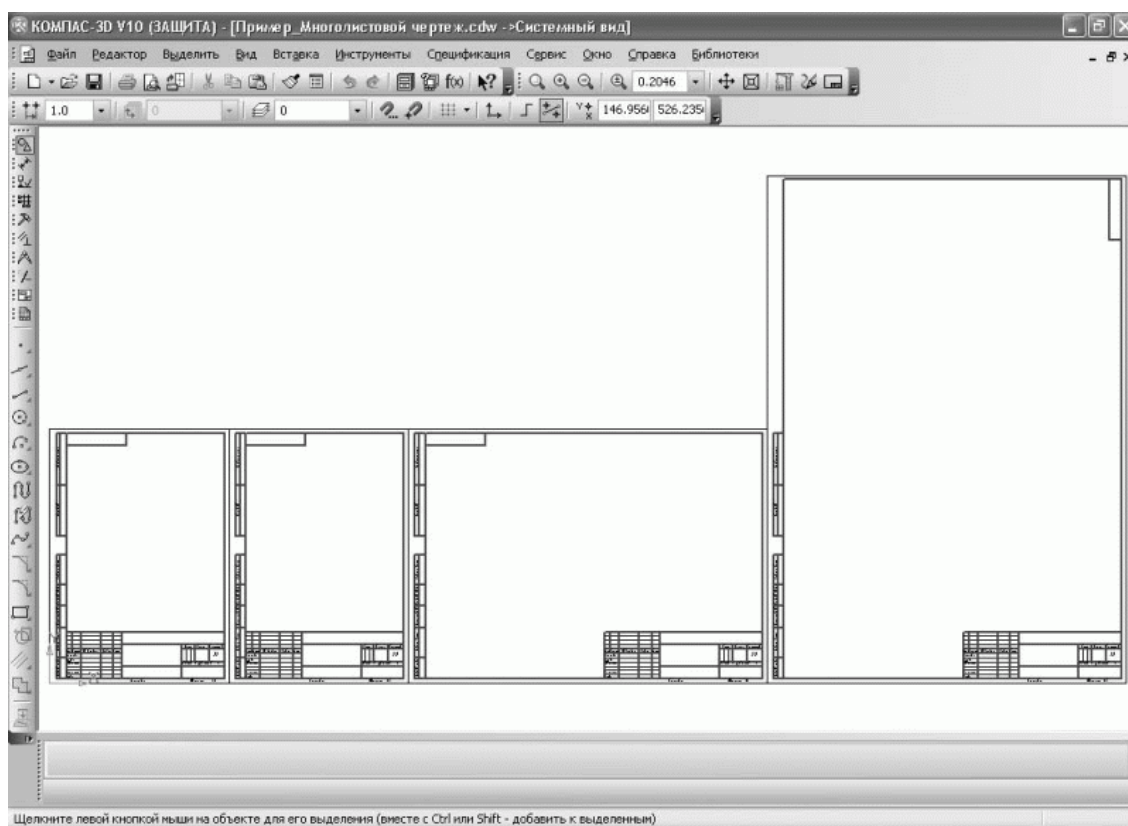

Рис. 2.67. Многолистовой чертеж
6. Закройте Менеджер документа, нажав кнопку ОК, чтобы принять все изменения. Текущий документ должен принять вид, показанный на рис. 2.67.